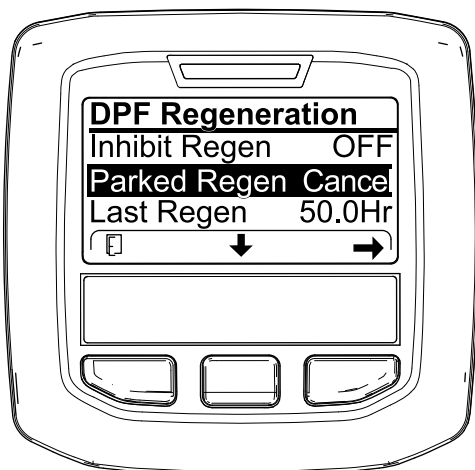

Figura 53
1. Accedete al menu DPF Regeneration (Figura 53).
2. Premete il pulsante centrale per scorrere il menu verso il basso fino all'opzione PARKED REGEN CANCEL (Figura 53) o all'opzione RECOVERY REGEN CANCEL (Figura 54).
3. Premete il pulsante destro per selezionare la voce Cancel relativa alla rigenerazione (Figura 53 o Figura 54).